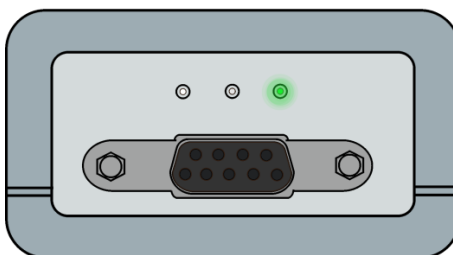

Рисунок 17 – Индикация работы УСА в режиме измерения напряжения
5. На УСА выбрать режим работы: измерение напряжения (рис.17, зеленый светодиод должен моргать, см. руководство по эксплуатации УСА).